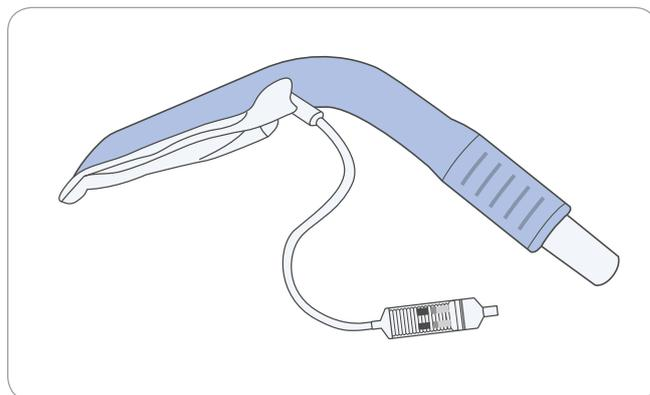

Abbildung 8. Wenn der Cuff soweit entleert ist, dass er keilförmig ist, die Spritze aus der Befüllungsleitung abziehen
4. Den Widerstand in der Spritze aufrechterhalten und sie dann rasch vom Befüllungsport abziehen. So ist gewährleistet, dass die Maske korrekt entleert bleibt (siehe **Abbildung 8**).